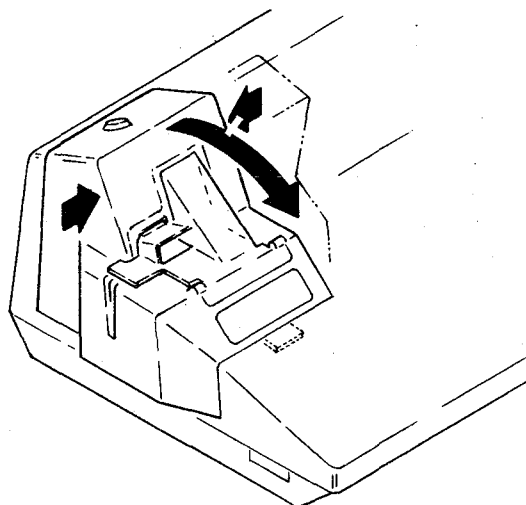

Abb. 12
- (1) Um Ihre Sicherheit zu gewährleisten, die ER-6750 zuerst vom Netz trennen.
- (2) Die Druckwerkabdeckung durch Festhalten an beiden Seiten sowie Hochheben und Drehen (Ihnen zugewandt) entfernen (siehe Abb. 12).